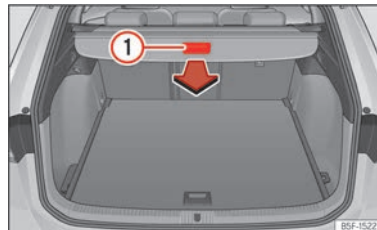

Abb. 182 Im Gepäckraum: Abdeckung ausziehen.
- Ziehen Sie gleichmäßig die Abdeckung am Haltegriff »» (Abb. 182) ① heraus, bis diese hörbar einrastet.